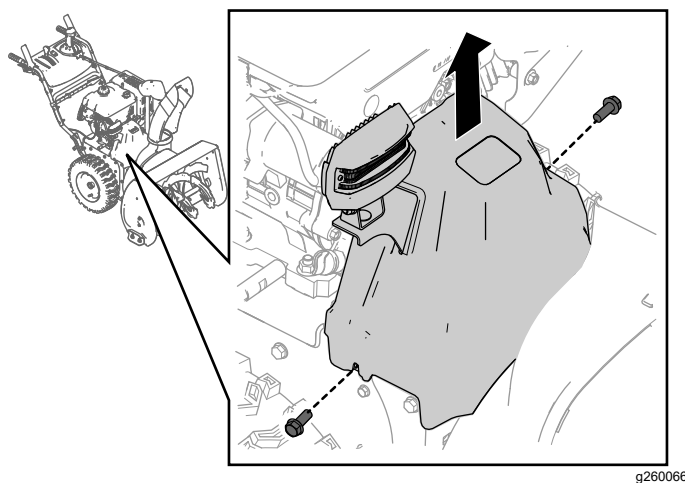

Рисунок 34
1. Отверните 2 винта крепления крышки ремня (Рисунок 34) на месте.
2. Снимите крышку ремня (Рисунок 34).